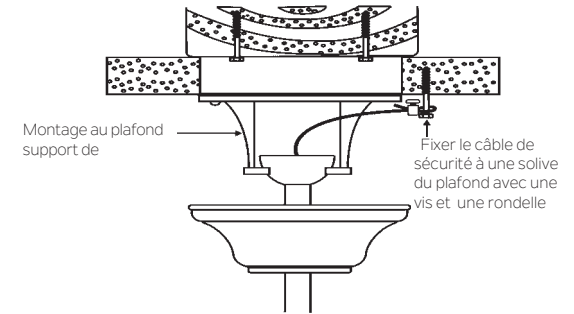

Fig. 11
Étape 1. Fixer la vis à bois et les rondelles fournies à la solive du plafond à côté du support de montage sans serrer.(Fig. 11)